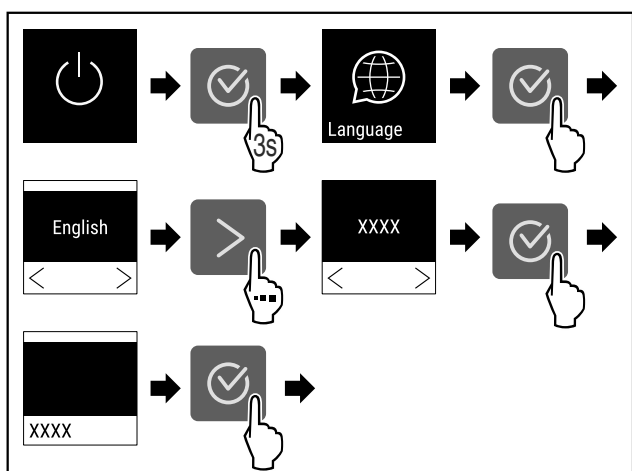

Fig. 54
- Suorita toimenpidevaiheet (katso Fig. 54).